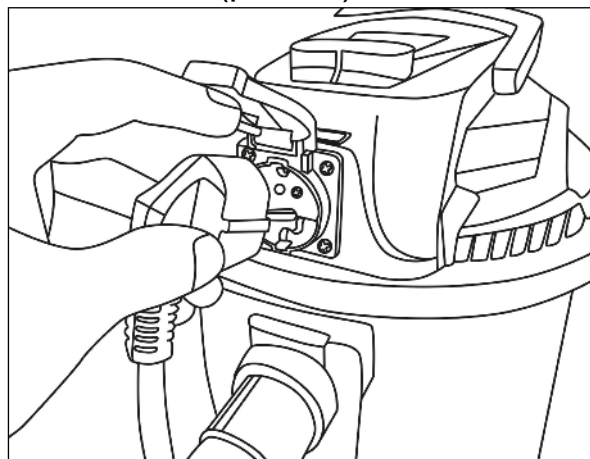

Рис.12 Розетка для подключения электроинструмента
- Положение «II» (кроме СП-1500/20А) – выключатель нажат вправо, пылесос включен двигатель не работает. Начиная работать сразу при пуске электроинструмента, который подключен к розетке на крышке пылесоса (рис.12), и отключается через несколько секунд после остановки электроинструмента.